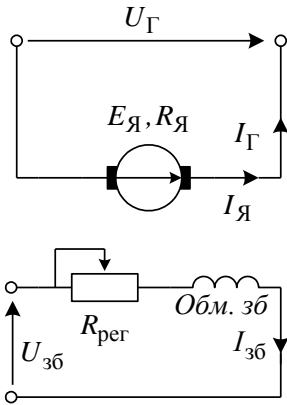

Рис. 36
1. Генератор постійного струму незалежного збудження (рис. 36) має наступні номінальні дані: потужність $P_{ном} = 11,5 \text{ кВт}$, напругу $U_{ном} = 230 \text{ В}$. Опір кола якоря $R_{я} = 0,18 \text{ Ом}$. Визначити ЕРС генератора $E_{я}$, та напругу U на його затискачах, якщо навантаження генератора зменшиться у два рази.